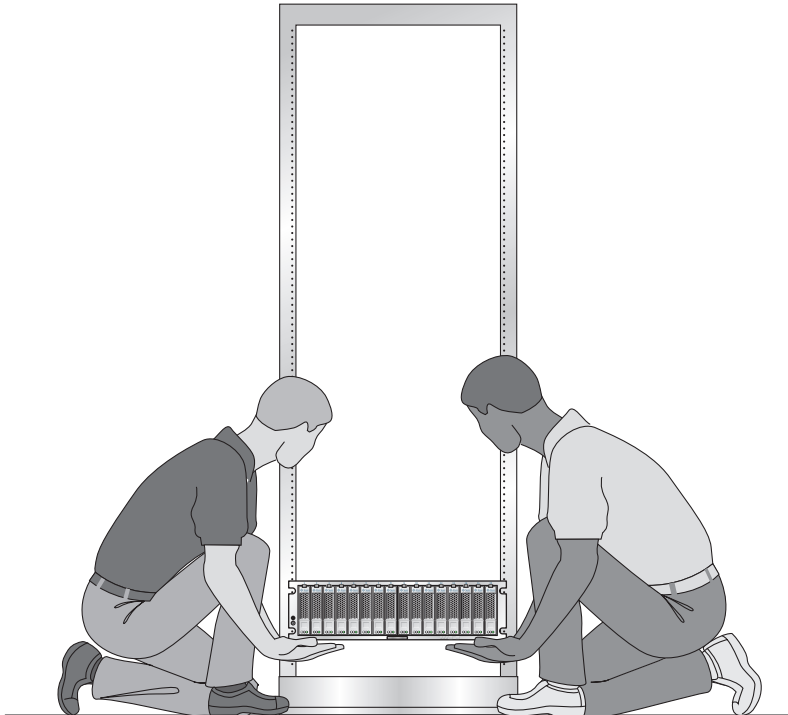

FIGURE C-5 Installation du plateau dans le rack
2. En employant deux personnes, une sur chaque côté du plateau, soulevez délicatement le plateau et posez-le sur le support inférieur des rails gauche et droit (voir FIGURE C-5).